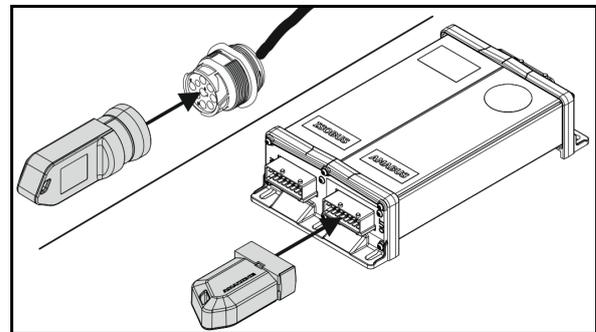

Fig. 30
5. Rodillos de frenado dirigibles (Fig. 30/1) delante
- o montar y asegurar mediante el pasador clavija (Fig. 30/2),
6. Rodillos fijos detrás (Fig. 30/3)
- o montar y asegurar mediante el pasador elástico (Fig. 30/4) en el orificio disponible más abajo,
Al realizar el montaje de los rodillos fijos, asegurarse de que el perno (Fig. 30/5) pase a través del taladro del bastidor, manteniendo así los rodillos en la dirección longitudinal.